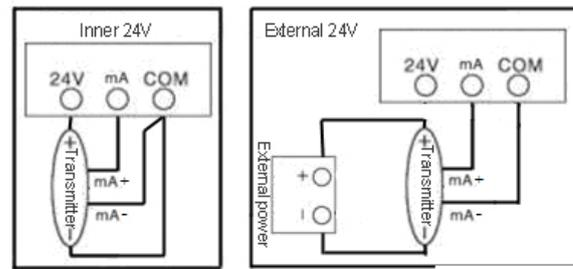

Abbildung 7.7.1
1. Verbinden Sie den Druckmessumformer und das B2i mit derselben Druckpumpe, wobei Sie die interne 24V-Spannung als Beispiel verwenden können. Verbinden Sie die Ausgangsklemme „24 V“ des B2i mit dem roten Kabel mit der „+“-Klemme des Messumformers. Schließen Sie die „COM“-Eingangsklemme des B2i an. Die Eingangsklemme „mA“ des B2i ist über ein Stylus-Kabel mit der Signalausgangsklemme „mA+“ des Senders verbunden (elektrische Verbindung siehe Abbildung 7.7.1). Für eine externe 24-V-Spannungsversorgung: Siehe die rechte Abbildung.